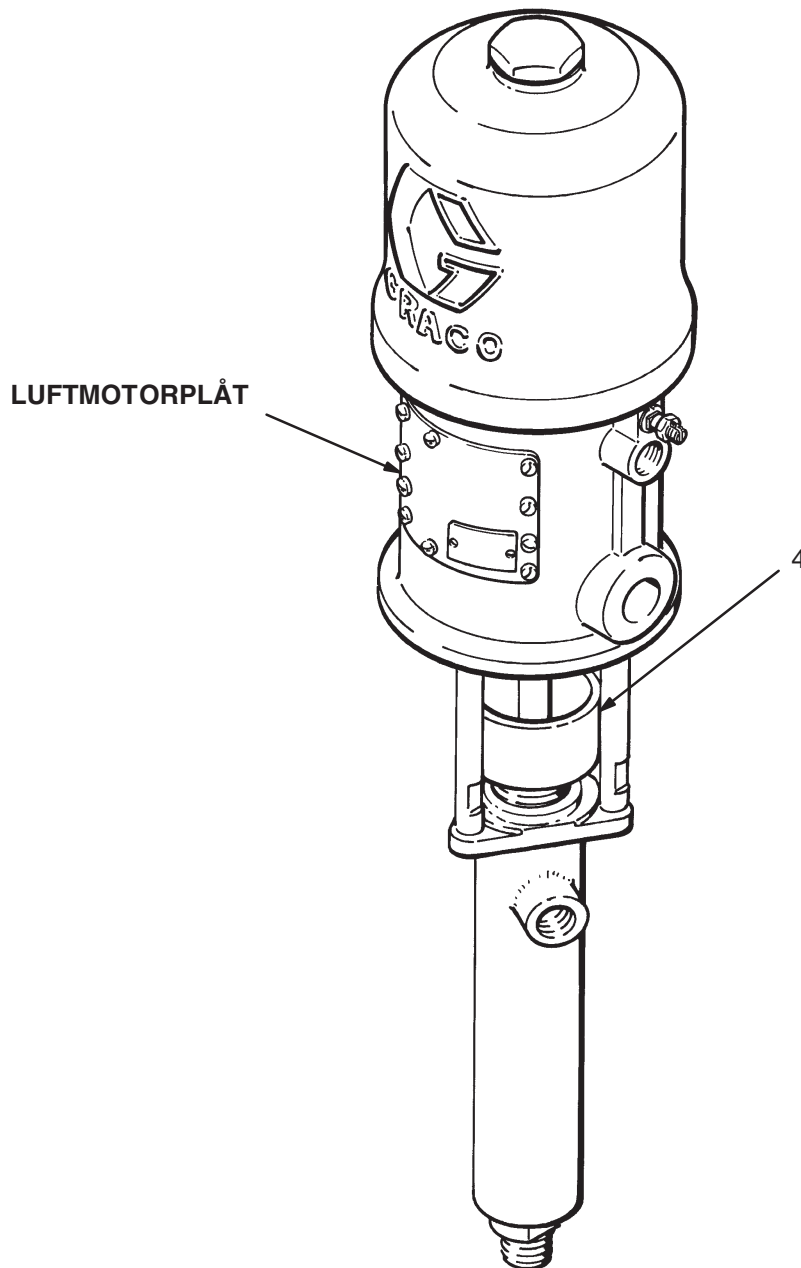

Fig. 2
Rörliga delar kan klämma eller slita av fingrar och andra kroppsdelar. Luftmotorkolven (mellan luftmotorplåtarna, P), rör sig när luft matas till motorn. Se Fig. 2. Kör därför aldrig pumpen med motorplåtarna borttagna.
Se till att tätmuttern/våtkoppen (4) är fylld med Graco halstätningsvätska (TSL) eller motsvarande så förlängs tätningarnas livslängd. Justera tätmuttern varje vecka så att den är lagom åtdragen för att hindra läckage. Dra inte åt för hårt. Se Fig. 2. Följ alltid **Anvisningar för tryckavlastning** innan tätmuttern justeras.